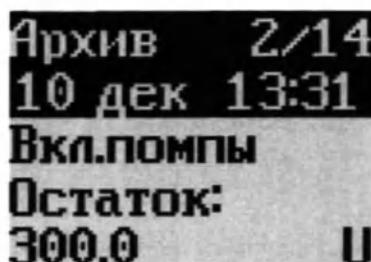

Рисунок 167 – Экран «СОБЫТИЯ» (параметры)
5. Нажать кнопку «ОК» (рисунок 167).